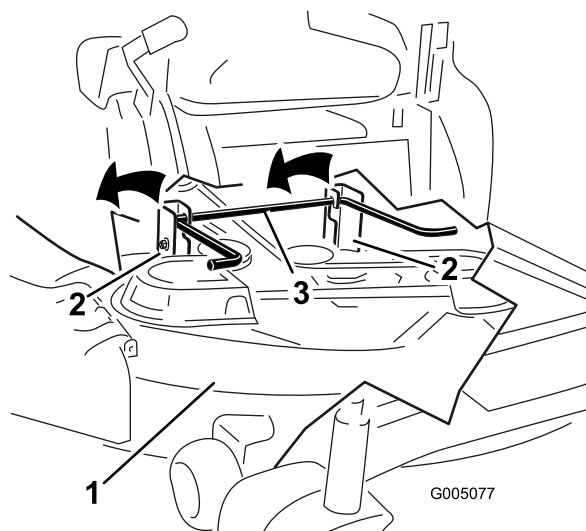

Bild 48
5. Heben Sie das Heck des Mähwerks an und führen Sie die Hängeprofile über die hintere Hubstange (Bild 48).